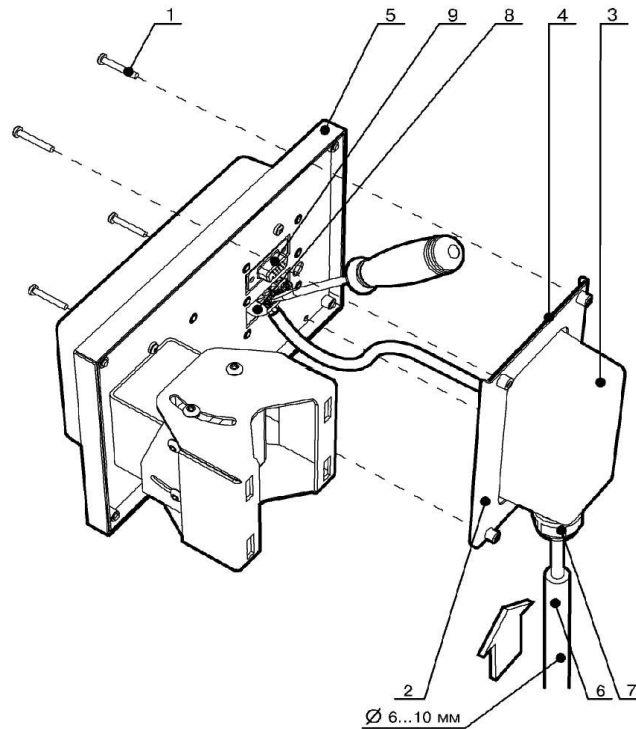
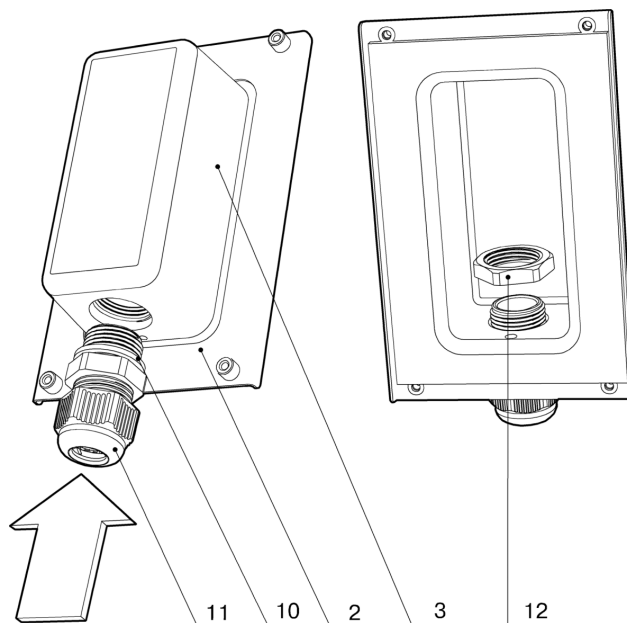

Рис. 9
Рис. 10
3. Вывинтить винты 1 из рамки 2 (Рис. 9). Отсоединить тыльную крышку 3 с приклеенной прокладкой из вакуумной резины 4 от основания 5.
4. Установить гермоввод 7 в тыльную крышку 3 в последовательности, показанной на Рис. 10. Прокладка 10 устанавливается снаружи крышки 3. Затянуть внутреннюю гайку 12. Ввести провода от блока питания и ШС в металлорукав 6 (Рис. 9) необходимой длины. Ввести провода и металлорукав в гермоввод 7 (Рис. 9).
10. Установить на место тыльную крышку 3 (Рис. 9, стр. 19).
Для обеспечения защиты от осадков тыльная крышка должна устанавливаться гермовводом 7 вниз, как показано на Рис. 9 (стр. 19).
11. Ввинтить винты 1 в рамку 2 (Рис. 9, стр. 19) и затянуть наружную гайку гермоввода (11 на Рис. 10, стр. 20).
При выключенном питании подключить кабель БН к разъему "Контроль" ПРМ (см. Рис. 9, стр. 19).
Выключить питание извещателя, отсоединить кабель БН от разъема "Контроль", установить на место тыльную крышку 3, ввинтить винты 1 в рамку 2 и затянуть гайку гермоввода 7 (Рис. 9, стр. 19).